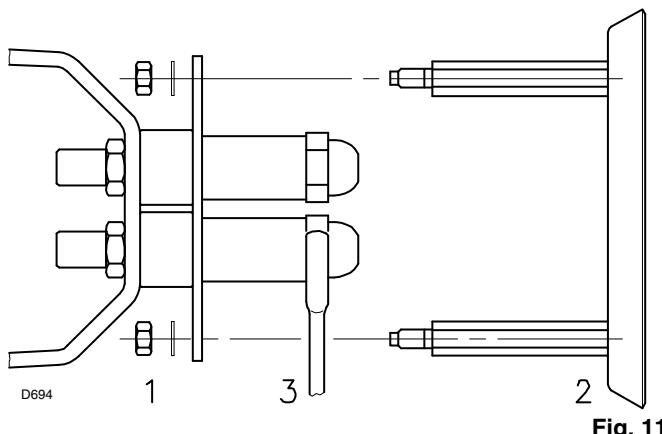

Fig. 11
- Tirar as porcas 1) (Fig. 11) e o disco 2).
- Substituir a boquilha com a chave 3) (Fig. 11).